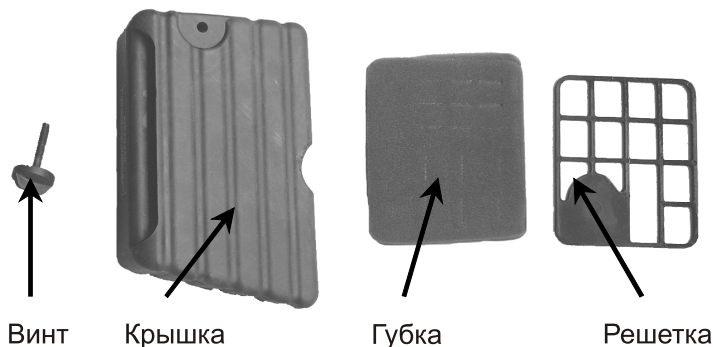

Рис. 27
1. Снимите крышку воздушного фильтра (рис. 27);